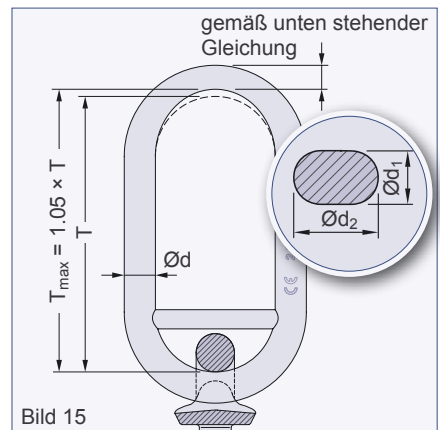

Bild 15
- Vergrößerte Teilung durch Dehnung (Überlastung siehe Bild 15 und Tabelle 7)